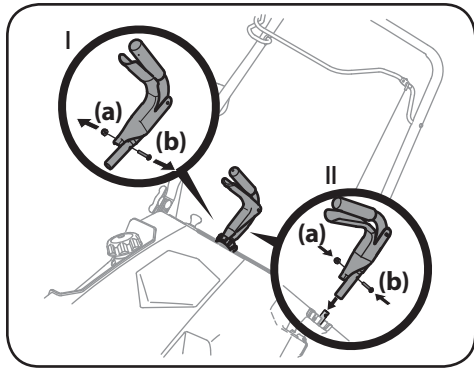

Figure 2-10
1. Retirez l'écrou autobloquant hexagonal (a) et la vis (b) de la commande de rotation de la goulotte. Voir Figure 2-10 (I).
2. Placez la commande de rotation de la goulotte sur la tige de la goulotte, alignez les trous, puis fixez la commande avec l'écrou autobloquant hexagonal (a) et la vis (b) retirés à l'étape 1. Voir Figure 2-10 (II).